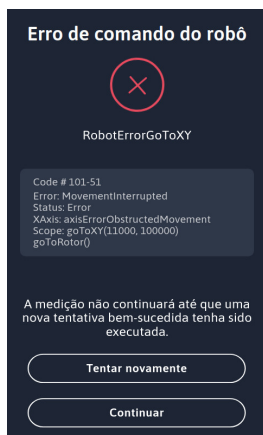

Figura 68
Certos erros do iSED PRO resultam em uma condição de bloqueio na qual a continuidade do movimento robótico ou da medição não é possível ou não é segura para o instrumento. Nesses casos, o iSED PRO pausará a funcionalidade de medição e exibirá um erro de página inteira no visor até que o usuário selecione “Repetir” ou “Continuar” – consulte a Figura 68 para ver um exemplo. Embora funcionalidades não relacionadas à medição sejam permitidas quando neste estado de pausa (como a exportação de resultados), a medição de amostras e o movimento robótico não são permitidos até que o erro seja resolvido.
2. Para tentar limpar o erro a partir da Tela Inicial antes ou depois da detecção e resolução de problemas, navegue até o Menu de Manutenção. Na parte inferior da página, haverá uma lista de erros ativos com todos os erros de bloqueio (Figura 71). Ao selecionar um deles, a janela de erro de página inteira será aberta mais uma vez, permitindo a seleção de “Repetir” ou “Continuar” (Figura 68).